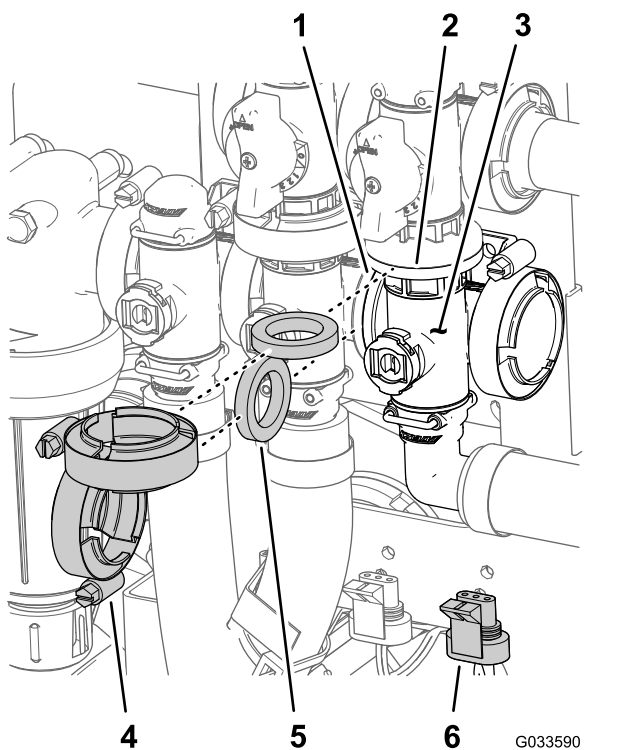

Bild 114
- Entfernen Sie die Flanschklemmen und Dichtungen, mit denen der Verteiler für das Hauptauslegerventil (Bild 114) am Sicherheitsventil des Hauptauslegers, am Rührwerkventil und am 90°-Flanschkrümmer (am Ende des Schlauchs für das Durchflussmessgerät) befestigt ist.